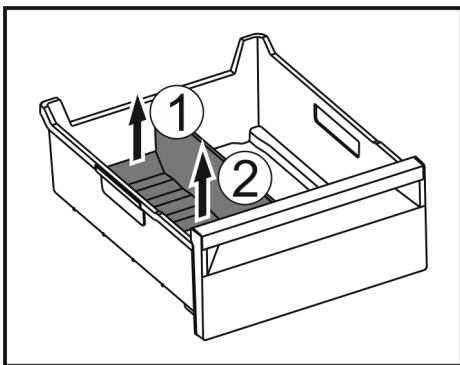

Fig. 49
- ▶ Hinteren Teil des Eisfach-Trenners anheben. Fig. 49 (1)
- ▶ Eisfach-Trenner nach oben entnehmen. Fig. 49 (2)